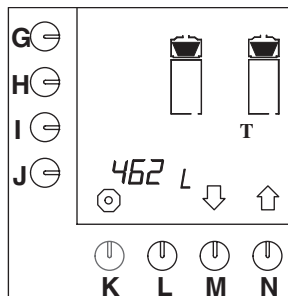

Fig. 19 Compteur totalisateur du système de filtration
- Le compteur des totaux s'affiche sur l'écran de contrôle. Le nombre total de litres de café qui ont été produits depuis la mise en service de la machine est visualisé sur l'écran de contrôle (fig. 19).